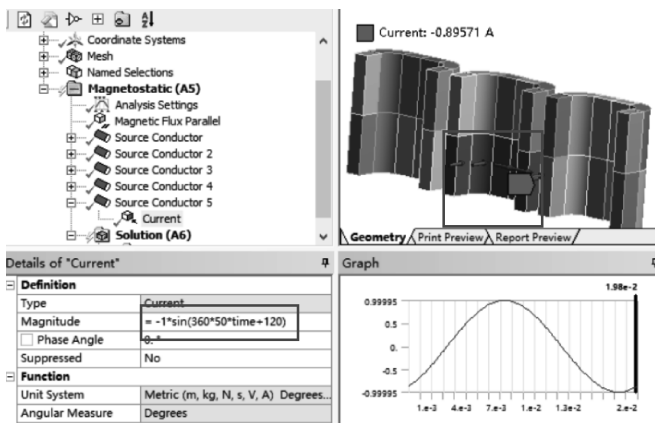

图 10-30 为第二组余下铜线圈施加激励源导体
0.001。右键单击【Source Conductor】→【Insert】→【Current】→【Details of “Current”】→【Definition】→【Magnitude】= Function，继续输入函数 $-1 \cdot \sin(360 \cdot 50 \cdot \text{time} + 120)$ ，如图 10-30 所示。